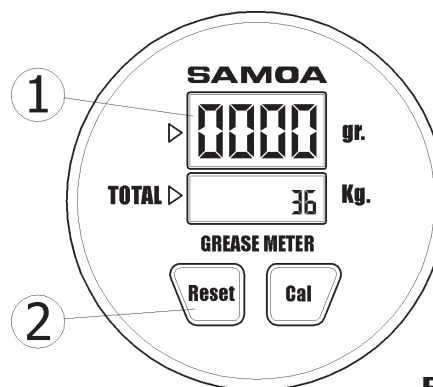

Fig. 2
Pressione a tecla reset (2, fig. 2) para ligar o mostrador do contador, mostrando 0.000 na leitura parcial (1). Se não houver leitura no mostrador, Substitua as pilhas..